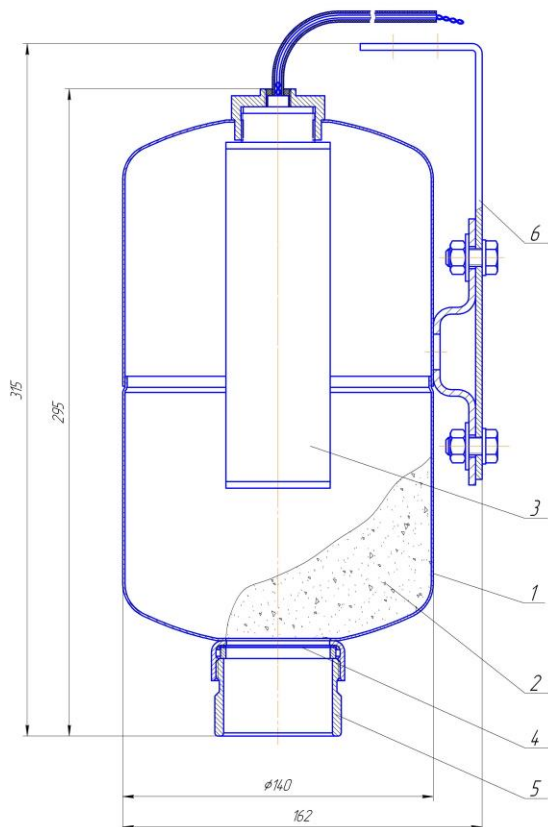

Рис. 2
3.1.1 МПП (рис. 2) состоит из корпуса **1**, в котором размещаются огнетушащий порошок (ОП) **2** и газогенерирующий элемент (ГГЭ) **3** с электроактиватором. В нижней части корпуса, выходящее отверстие которого перекрыто мембраной **4**, находится насадок-распылитель **5**. Соединительные провода электроактиватора ГГЭ **3** выведены через герметичный узел в корпусе МПП. На боковой части МПП расположен специальный кронштейн **6** для крепления к потолочному перекрытию или для крепления к стене с возможностью размещения модуля под углом в пространстве.